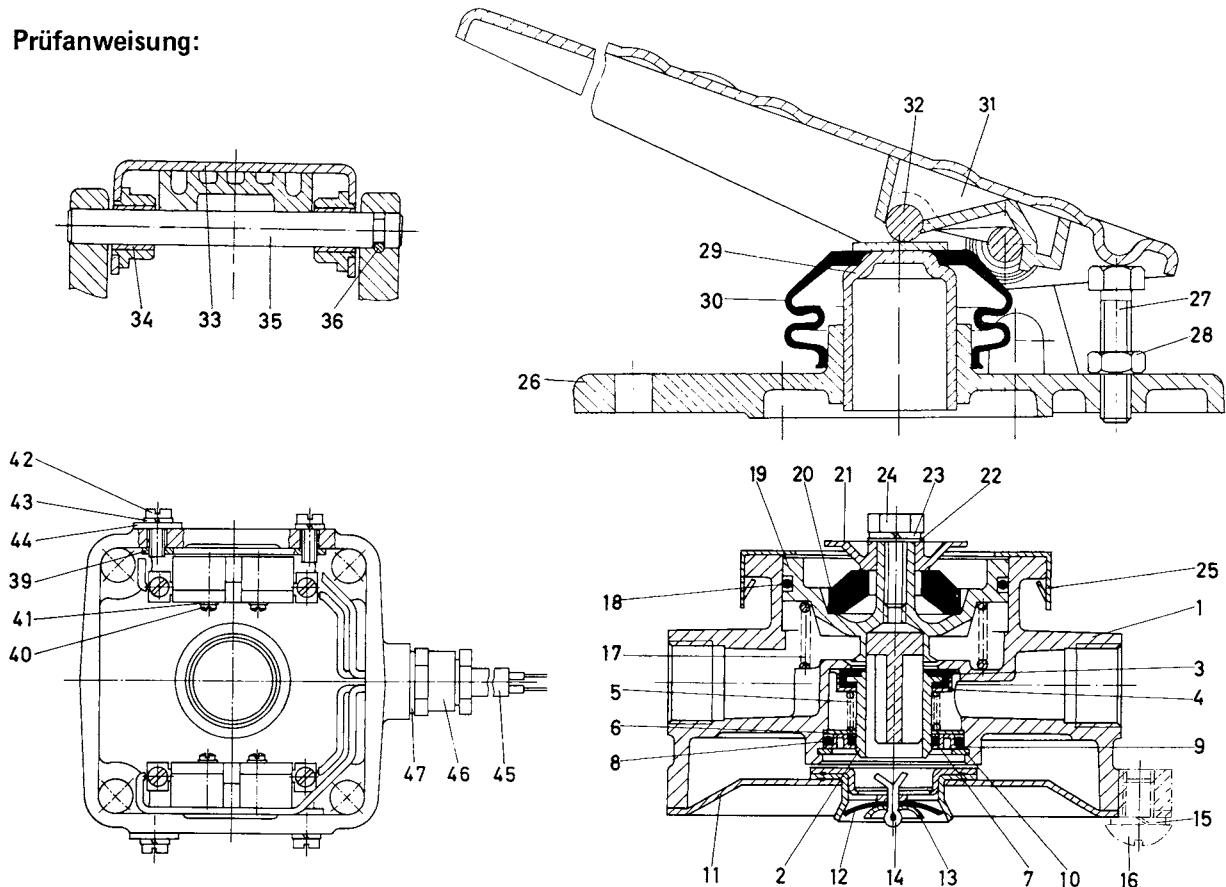

Abb. 1 (entnommen Ersatzteilblatt 461 106 - 100 u. 461 310 - 101 Ausgabe November 1968)
- a) Bremsventil durch Hineindreihen der Kreuzgriffschraube langsam betätigen, bis Manometer 3 den ersten Druck ( $\max. 0,2 \text{ kp/cm}^2$ ) anzeigt. Der Hub "H1" ab Anschlag Stellschraube (27) bis zum ersten Einsprung von  $\max. 0,2 \text{ kp/cm}^2$  (gemessen zwischen Trittplatte (33) und Trägerplatte (26)) (siehe Abb. 1 und 4) darf nicht größer als das in der Tabelle angegebene Maß sein. Das genaue Maß kann an der Stellschraube (27) durch entsprechendes Drehen eingestellt werden. Hineindreihen vergrößert, Herausdrehen verkleinert den Hub "H1".